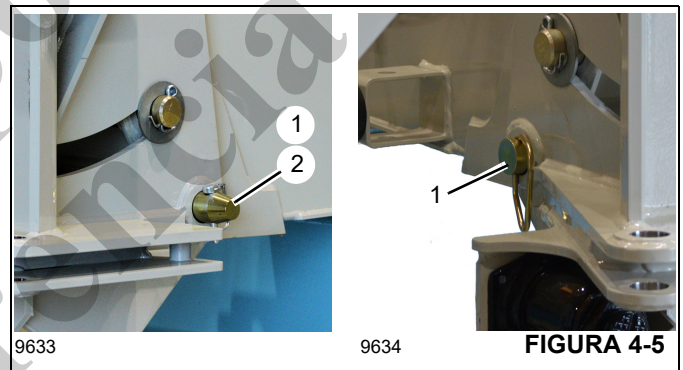

FIGURA 4-5
- a. Lentamente baje la pluma hasta que la punta del plumín esté sobre el suelo y se alivie la presión del pasador de descentramiento (1, Figura 4-5).
- b. Retire el pasador de bloqueo (2) y el pasador de descentramiento (1).